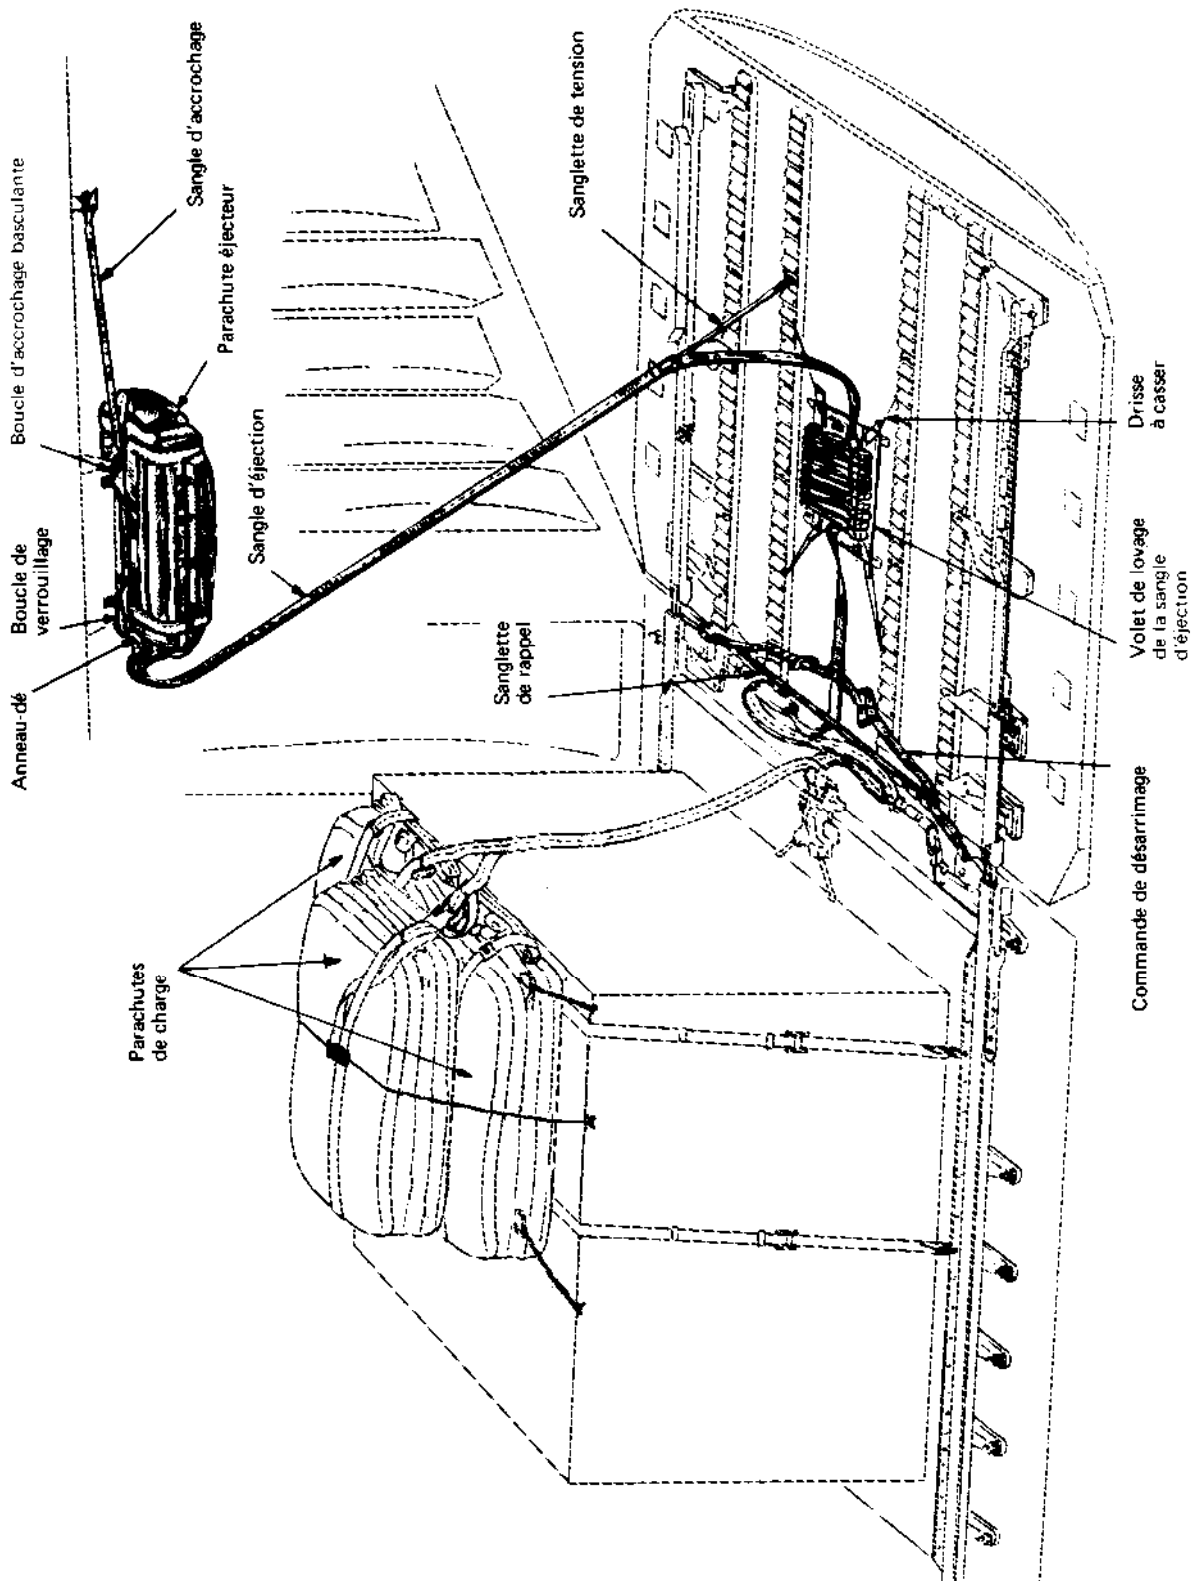

Fig. 2.7 – Fonctionnement - Position de départ
1. Le sac contenant la voilure (fig. 2.7) est accroché à un déclencheur de l'avion par ses deux boucles d'accrochage basculantes et à un crochet fixe de l'avion, en arrière du déclencheur, par sa sangle d'accrochage.